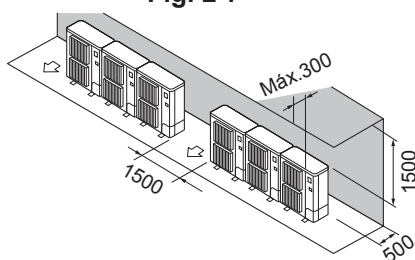

Fig. 2-10
- ② Obstáculos apenas na parte de trás e por cima (Fig. 2-10)